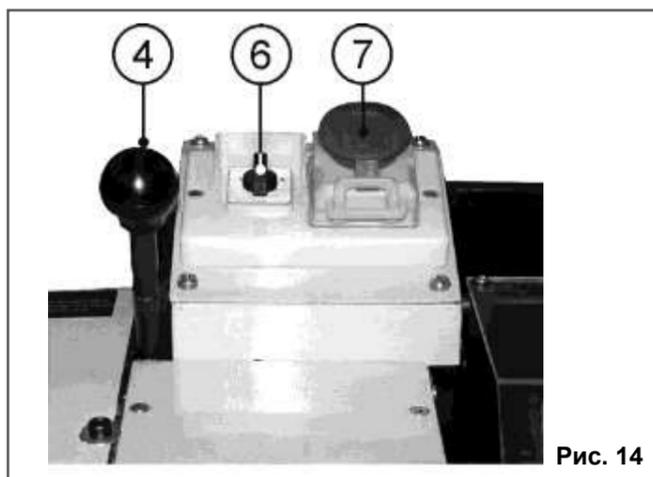
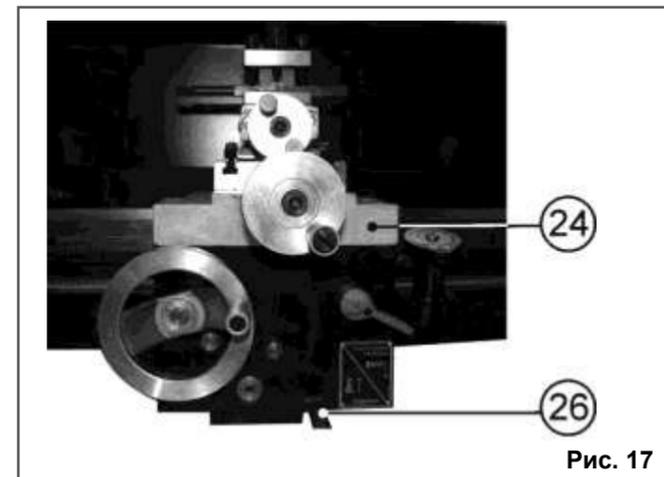

Рис. 14
Рис. 17
10.8.8. Направление движения автоматической подачи каретки (24) и направление вращения шпинделя (30), Рис. 2, определяется положением переключателя направления вращения шпинделя (6), Рис. 14.
Станок включится (начнет вращаться шпиндель), Рис. 14.
10.2.4. Направление вращения шпинделя определяется положением переключателя направления вращения шпинделя (6), Рис. 14.
10.4. Точение с автоматической подачей (Рис. 17, 18)
ния шпинделя (6), Рис. 14, соответствует направлению автоматической подачи каретки (24), Рис. 17.
ской подачи (26) в верхнее положение приводится в действие автоматическое перемещение каретки (24), Рис. 17.